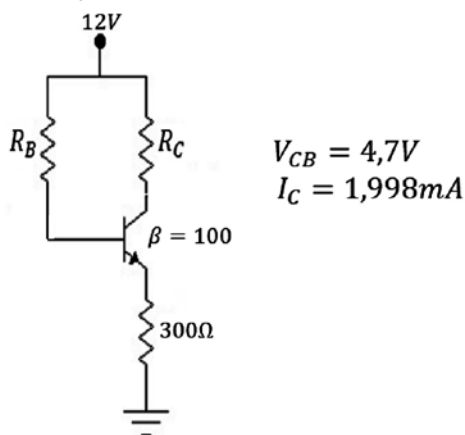

Figura 6.72 Ejercicio de aplicación. Fuente: Elaboración propia
- b) En el circuito de la figura 6.72, la corriente de colector es $I_C = 1,998mA$ y el voltaje colector base es $4,7V$ y $\beta = 100$. Se pide hallar la ganancia de voltaje del circuito y el valor de R_B .